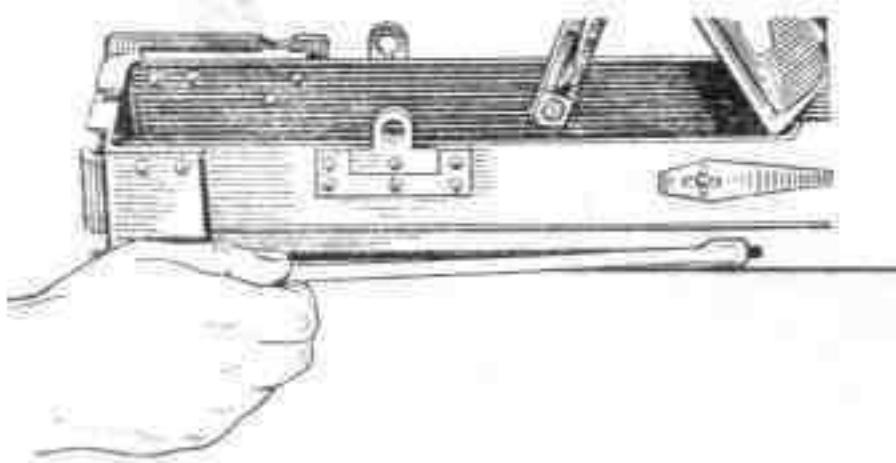

Рис. 11. Отделение рукоятки перезаряжания
8) Отделить рукоятку перезаряжания (рис. 11). При нахождении пулемета на станке рукоятка не отделяется.